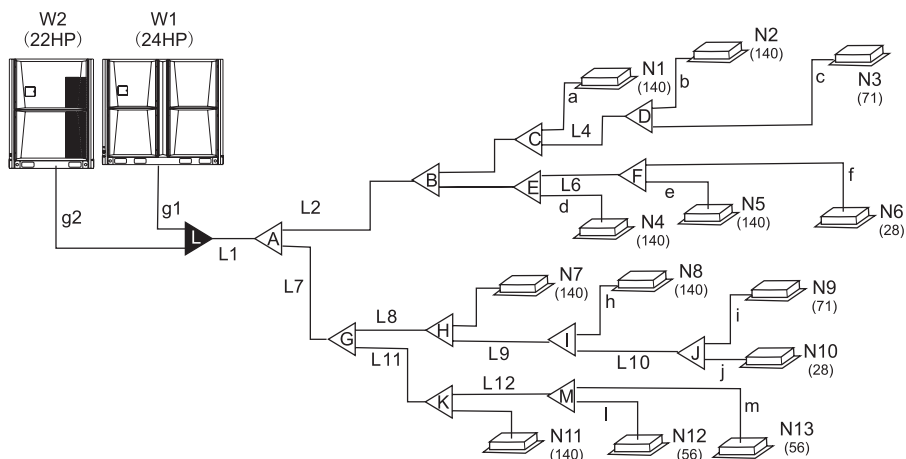

Рис. 4.2
- 2) Пример: производительность внутренних блоков, расположенных после L2 (см. рисунок 4.2) составляет  $140 \times 4 + 28 + 71 = 659$ , поэтому диаметры трубы газовой линии и жидкостной трубы L2 составляют соответственно  $\varnothing 28,6$  и  $\varnothing 15,9$ .